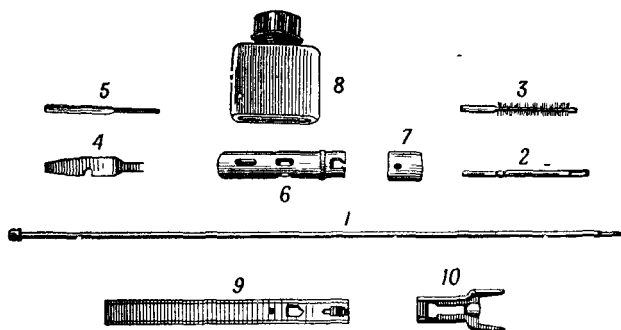

Рис. 46. Принадлежность:
25. Принадлежность (рис. 46) служит для разборки, сборки, чистки, смазки автомата (пулемета) и ускоренного снаряжения магазина